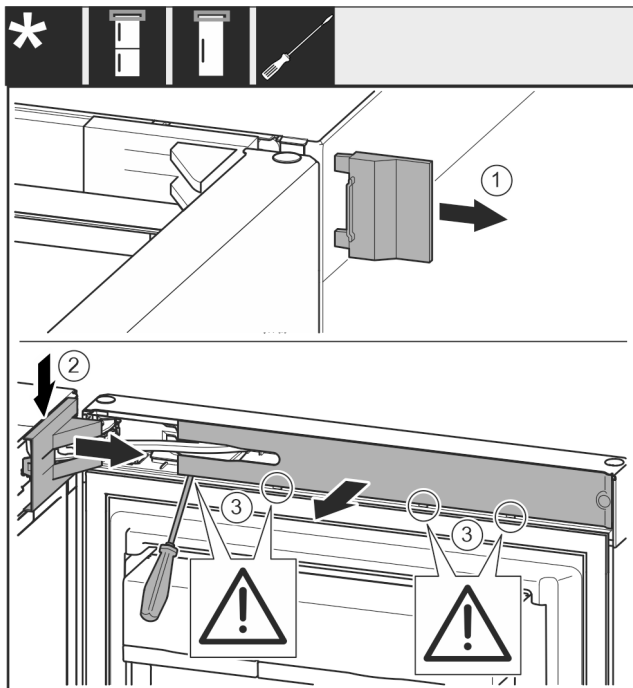

Fig. 7
- ▶ Võtke välimine kate ära. Fig. 7 (1)
- ▶ Haakige lahti ja vabastage laagripuki kate. Võtke laagripuki kate maha. Fig. 7 (2)
- ▶ Haakige ilukate lapikkruvikeerajaga lahti ja keerake küljele. Fig. 7 (3)